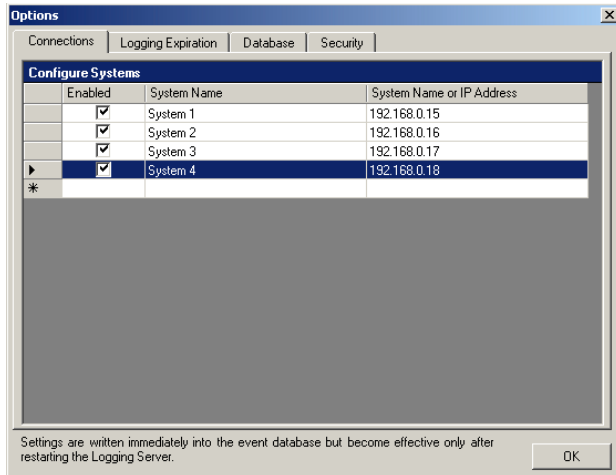

Abbildung 56.9: System löschen (1)
- 1 Klicken Sie auf das Feld vor der Zeile, in der das System aufgelistet wird. Beispiel: *System 4* (siehe Abbildung 56.9).